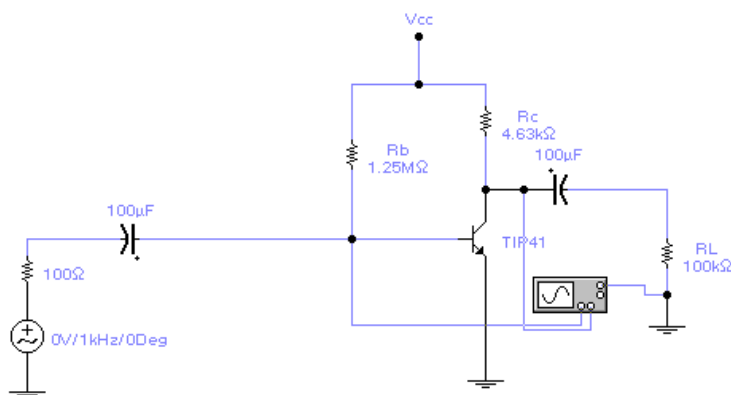

FIGURA 2-B
2. Construya el circuito de la figura 2-A y prevenga que VBB esté al mínimo. Encienda las fuentes y aumente VBB hasta obtener la IBQ del paso 1. Verifique los valores de ICQ y VCEQ en el transistor con los obtenidos en el paso 1. Reporte también IEQ, VCBQ y VBEQ.